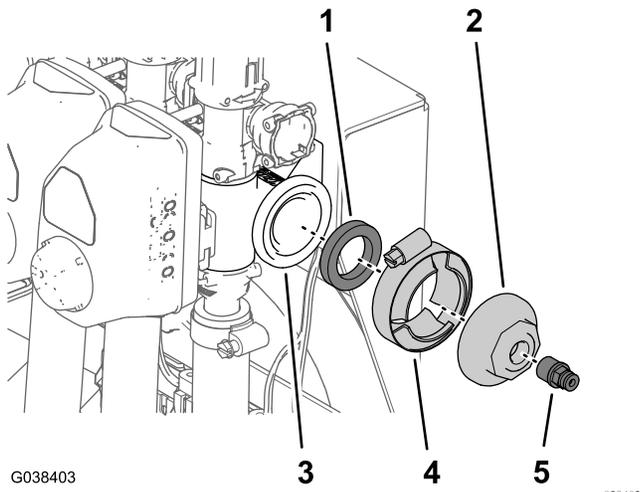

Figure 87
1. Retirez le collier bride qui fixe le joint et le chapeau d'extrémité à la bride de la vanne de pulvérisation droite (Figure 87).
2. Retirez le raccord de tube de l'orifice du chapeau d'extrémité (Figure 87).